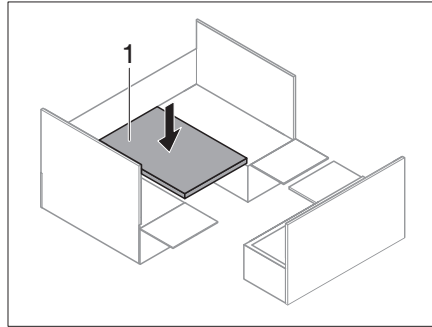

Fig. 214 Mesa acoplable hacia abajo
- Cambiar la mesa acoplable (Fig. 214,1) desde el carril de acoplamiento superior al carril de acoplamiento inferior.